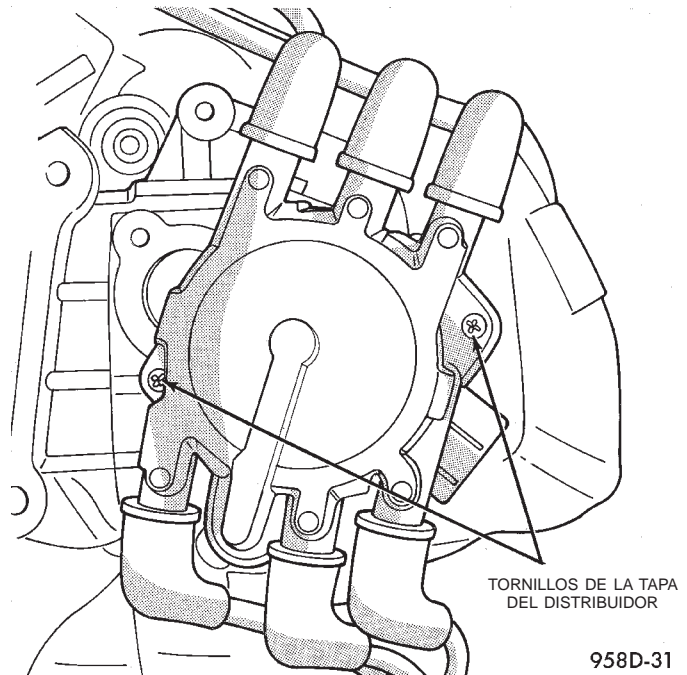

Fig. 48 Tornillos de la tapa del distribuidor
(1) Retire el perno que sujeta el resonador de entrada de aire al tubo múltiple de admisión.
(2) Afloje las abrazaderas que sujetan la cubierta del depurador de aire a la caja del mismo.
(3) Retire del tubo de entrada de aire la manguera de aire de compensación de la ventilación positiva del cárter.
(4) Afloje la abrazadera de la manguera en el cuerpo de mariposa.
(5) Retire el tubo de entrada de aire, el resonador y la cubierta del depurador de aire.
(6) Retire el tubo de EGR.
(7) Retire los cables de bujías de la tapa de distribuidor.
(8) Afloje los tornillos de fijación de la tapa de distribuidor y retire la tapa (Fig. 48).
- (1) Retire el perno que sujeta el resonador de entrada de aire al tubo múltiple de admisión.
- (2) Afloje las abrazaderas que sujetan la cubierta del depurador de aire a la caja del mismo.
- (3) Retire del tubo de entrada de aire la manguera de aire de compensación de la ventilación positiva del cárter.
- (4) Afloje la abrazadera de la manguera en el cuerpo de mariposa.
- (5) Retire el tubo de entrada de aire, el resonador y la cubierta del depurador de aire.
- (6) Retire el tubo de EGR.
- (7) Retire los cables de bujías de la tapa de distribuidor.
- (8) Afloje los tornillos de fijación de la tapa de distribuidor y retire la tapa (Fig. 48).
- (9) Transfiera los cables de la tapa original a la nueva. La tapa y los cables están numerados.
- (9) Marque la posición del rotor y retírelo. La marca indica dónde colocar el rotor cuando se vuelve a instalar el distribuidor.